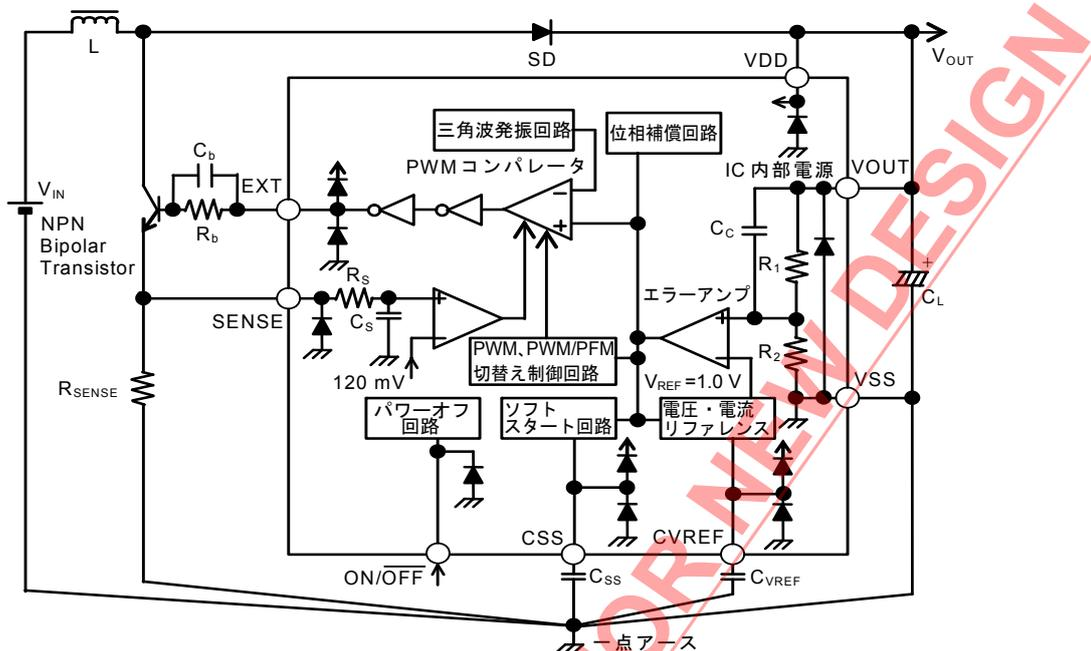
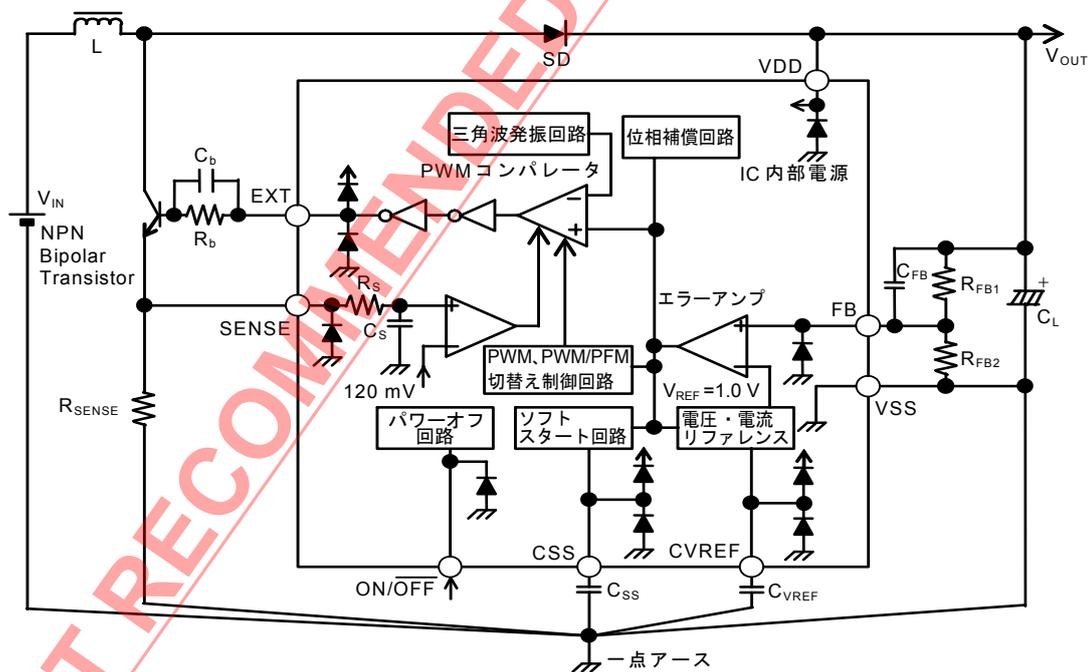

図16 出力電圧固定出力タイプ
図17 出力電圧外部設定タイプ
バイポーラトランジスタ (NPN) として三洋電機株式会社製 2SD1628G を使用した回路例を「**■ 標準回路 (2) バイポーラトランジスタ使用**」の図 16、図 17 に示します。バイポーラトランジスタを使用して、出力電流を増やす場合の駆動能力はバイポーラトランジスタの h_{FE} 値と R_b 値が決定します。
また、図 16、図 17 のように R_b 抵抗に並列にスピードアップコンデンサ (C_b) を入れると、スイッチング損失が低減され、効率が向上します。